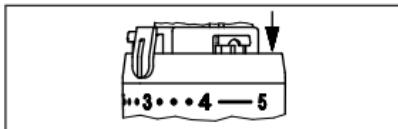

Abb.8
3. Zur oberen Begrenzung des Einstellbereiches, wird das zweite Element, in die Position eine Nut nach der Merkzahl „4“ eingesteckt (Abb. 8).